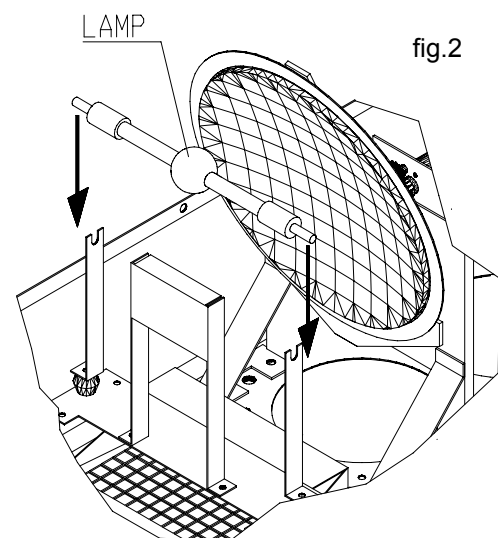

fig.2
3) Fissare saldamente la lampada al portalam-pada avvitando a fondo i pomoli di bloccaggio (fig.2);